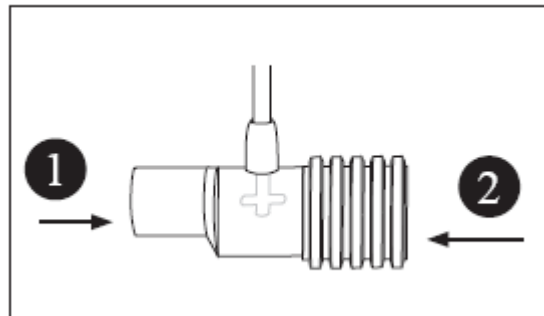

Figura 3.2-1: Adaptador de vias
- 1) Conectar o conector macho do adaptador de vias Microstream[®] (indicação 1 da Figura 3.2-1: Adaptador de vias) ao Y do ventilador.
- 2) Conectar o tubo endotraqueal ao conector fêmea do adaptador de vias Microstream[®] (indicação 2 da Figura 3.2-1: Adaptador de vias).